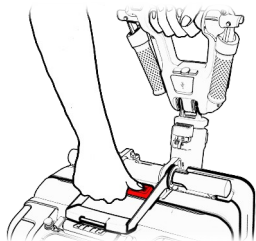

Figura 5
- Presione el botón de liberación central hasta que haga clic y permanezca presionado (ver Figura 5).